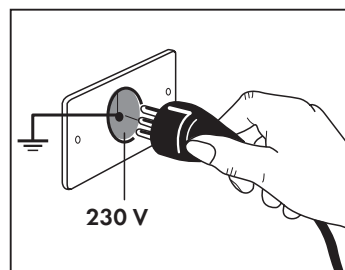

Fig. 1
- Verificar que a instalação eléctrica de rede (230V~) tenha a ligação de terra, segundo quanto prescrito pelas normas existentes em matéria **(Fig. 1)**